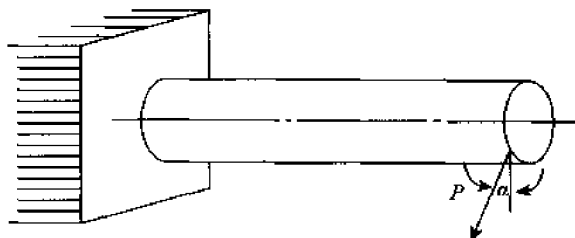

图 8-43
3. 通过电测应变确定圆轴的工作荷载 P 。如图 8-43 所示, P 力作用在垂直轴线的平面内,与圆周切线成 $\alpha = 30^\circ$ 。轴的直径 $D = 10\text{cm}$, $E = 210\text{GPa}$, $\mu = 0.3$ 。试在轴的表面上标出贴应变片(只限一片)的位置和方向,写出 P 力的算式,并求当所测应变 $\epsilon = 3 \times 10^{-6}$ 时 P 的大小。